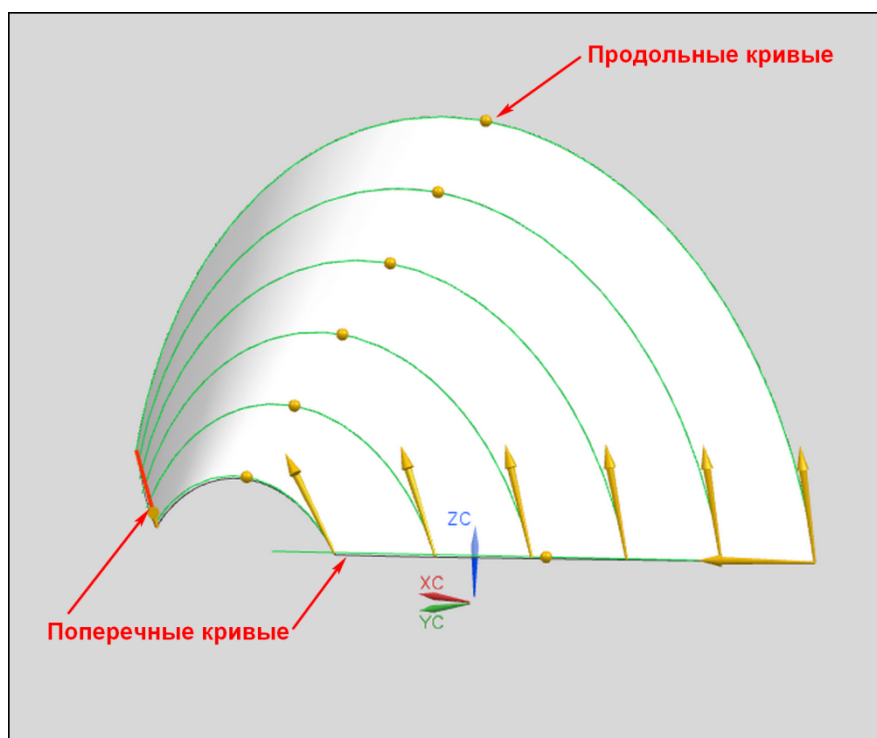

Рис. 1.25. Поверхность свободной формы, созданная с помощью опции **По сетке кривых**
- курсором выделяется первая кривая (рис. 1.25);
- курсором выделяется первая поперечная кривая (рис. 1.25);
- после нажатия клавиши **ОК** в графическом окне создается поверхность по сетке кривых (рис. 1.25).